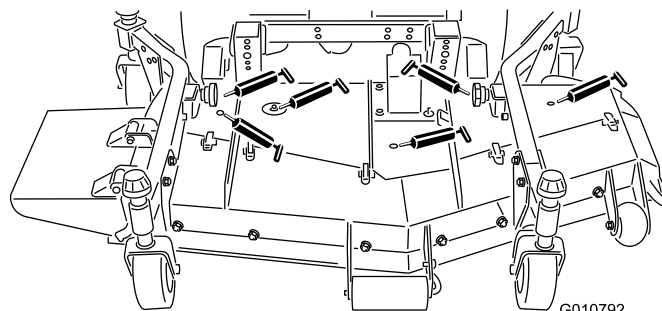

図 17
- ブレードスピンドルのベアリング 図 17
- 左右のプッシュアームのボールジョイント 図 17